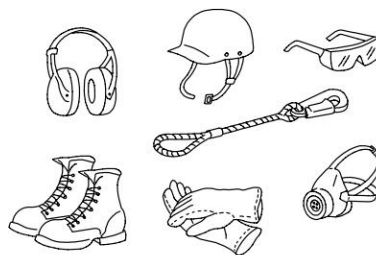

Figura 1-45
c) Use sempre capacete e calçado de segurança (conforme mostrado na Figura 1-45). Use óculos de segurança, máscara facial, luvas, protetores de ouvido e cintos de segurança, se necessário, ao operar ou fazer manutenção a máquina;